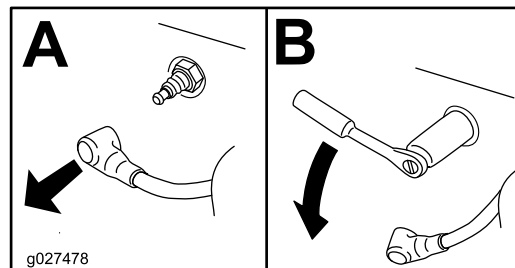

Figura 45
4. Rimuovete la candela (Figura 45).